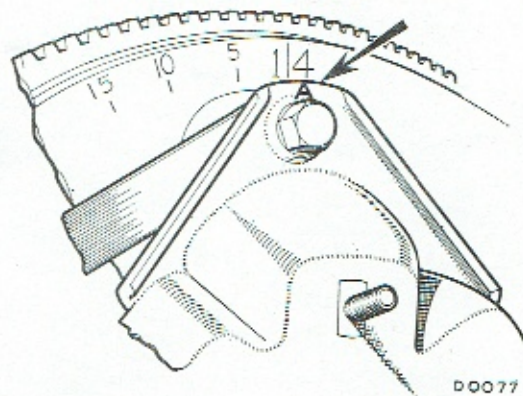

Fig. E.2
- 2) Mærk medbringertappene, drivskinnerne og huset, så disse dele kan genmonteres i de oprindelige stillinger. Bemærk koblingens afbalanceringsmærke (fig. E.2).
**NB:** Ved samling monteres trykpladen til koblingsdækslet med mærkerne A ud for hinanden, og koblingen monteres til svinghjulet som vist på fig. E.2.